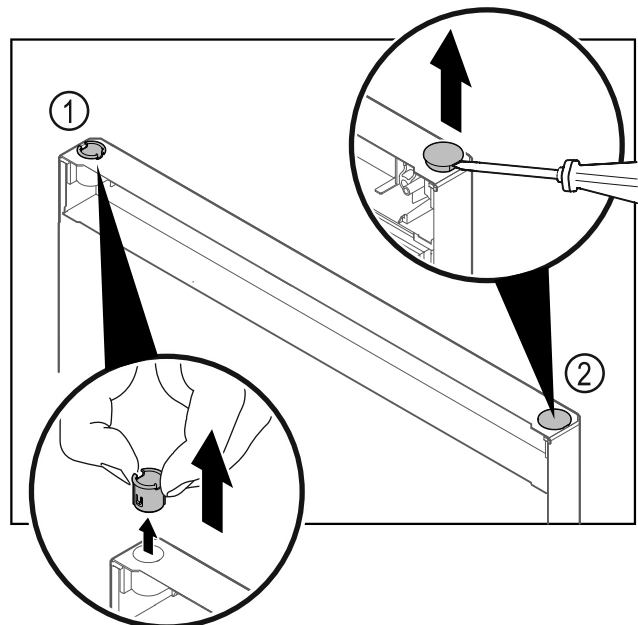

Fig. 26
- Τραβήξτε έξω την υποδοχή μεντεσέ Fig. 26 (1) με τα δάχτυλα.
- ▶ Ανασηκώστε προσεκτικά την τάπα Fig. 26 (2) με ένα ίσιο κατασαβίδι και τραβήξτε την έξω.